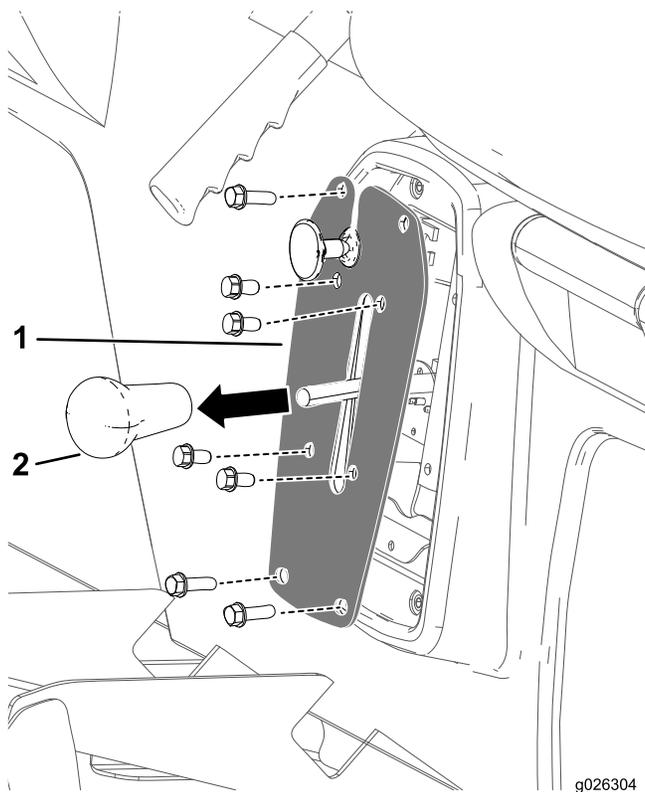

図 49
1. ギアシフトレバーからノブを外す 図 49。
- シフタープレートをシフターブラケットに固定しているボルト4本を外す 図 49。
- シフタープレートをシートベースに固定しているボルト4本を外してシフタープレートを外す 図 49。
- ギアシフトレバーにシフトノブを手締めで取り付ける 図 49。